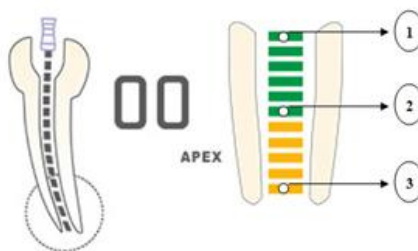

Рисунок 20
- в) включите устройство и нажмите на кнопку En-Аp. Затем перейдите в режим измерения вершины апикального отверстия. Если на ЖК дисплее отображается "02", "03", или "04" - это означает, что устройство исправно (см. Рисунок 20)